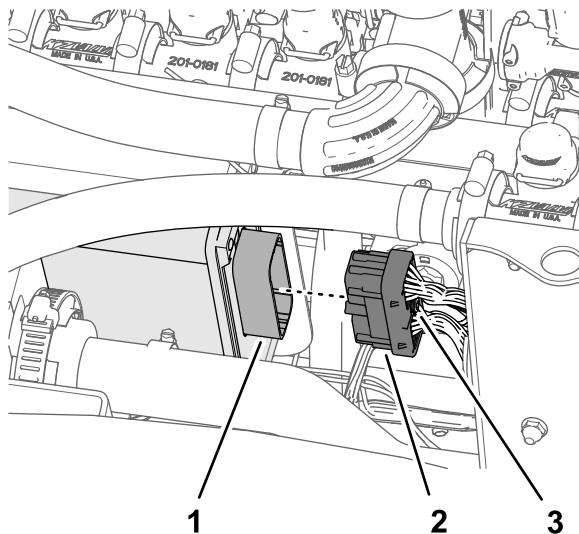

Рисунок 132
- Вставьте 40-гнездовой разъем ответвления жгута проводов длиной 102 см из комплекта в 40-штыревой разъем контроллера опрыскивателя ASC 10 (Рисунок 132).
- Заверните винт с рифленой головкой 40-гнездового разъема в разъем ASC 10 от руки (Рисунок 132).